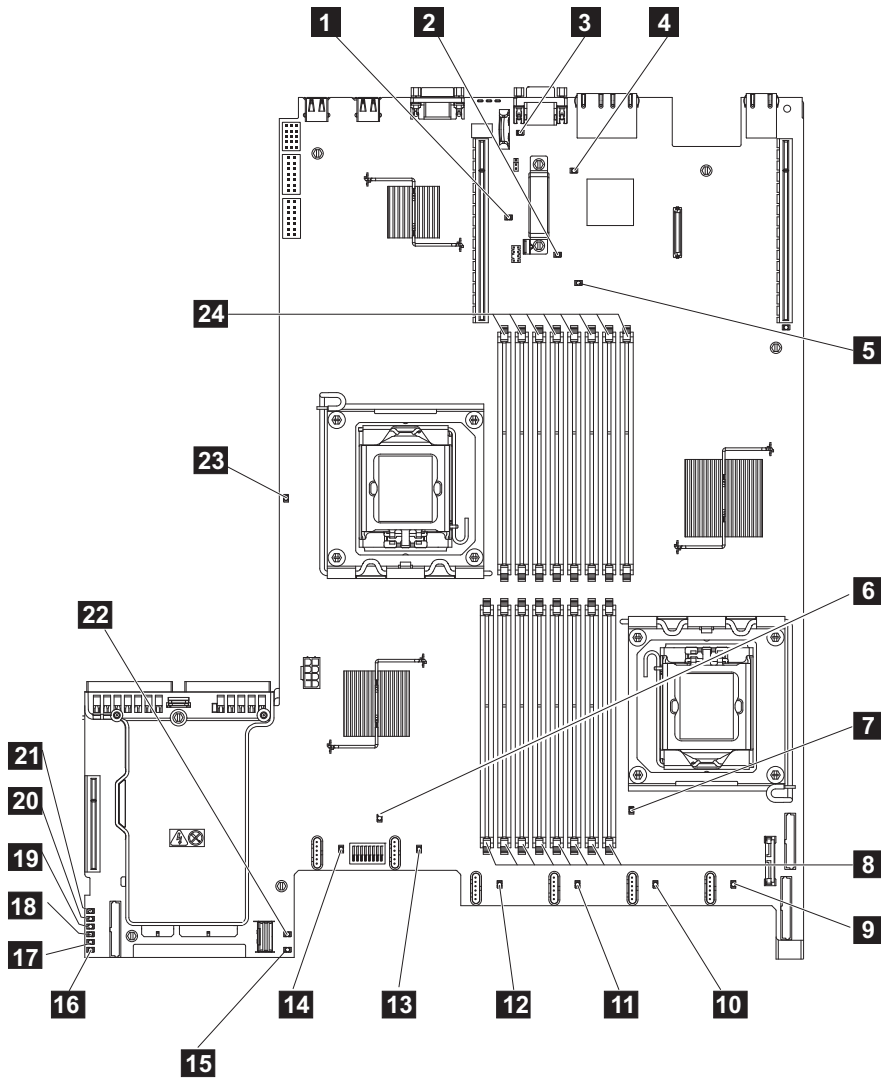

図 85. SAN ボリューム・コントローラー 2145-CF8 システム・ボード LED 診断パネル
**はい** 280 ページの表 44 を参照して、特定のライト・パス診断 LED 用に指定されたアクションを実行します。その後、ステップ 3 (283 ページ) に進みます。アクションによっては、システム・ボード上の LED 状態を監視している必要があります。278 ページの図 85 は、システム・ボード LED の位置を示しています。ファン LED はそれぞれのファンに隣接して配置されています。必要な LED を表示するには以下を行います。